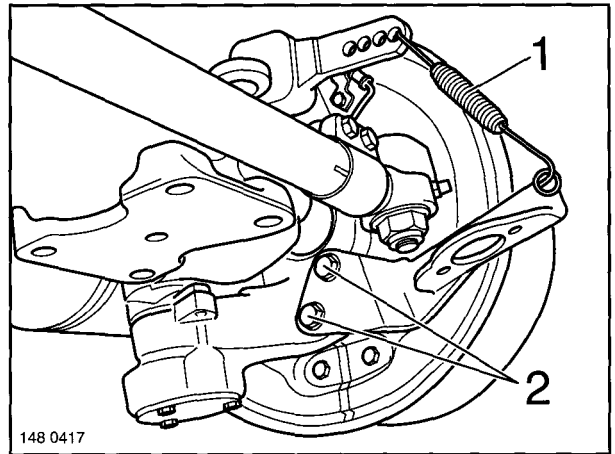

Fig. 17
- (1) Take the brake cylinder off the base plate.
- (2) Unhook the tension spring (Fig. 17/1).
- (3) Unscrew the fixing screws (Fig. 17/2) from the base plate. Remove the base plate.
- (1) Démonter le cylindre de frein du support.
- (2) Décrocher le ressort de rappel (figure 17/1).
- (3) Dévisser les vis de fixation (figure 17/2) du support et l'enlever.
- (1) Bremszylinder von der Grundplatte abbauen.
- (2) Zugfeder aushängen (Fig. 17/1).
- (3) Befestigungsschrauben (Fig. 17/2) der Grundplatte herausschrauben, Grundplatte abnehmen.